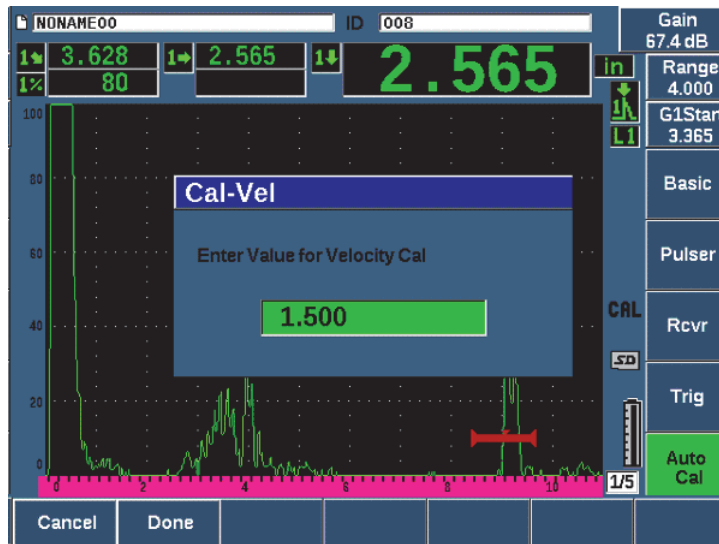

Figure 9-29 Entrée de la valeur d'épaisseur d'étalonnage de la vitesse
11. Réglez la valeur dans la boîte de dialogue Cal-Vel (ÉtalVit) pour qu'elle corresponde à l'épaisseur connue de l'indication dans la porte (voir la Figure 9-29 à la page 197).